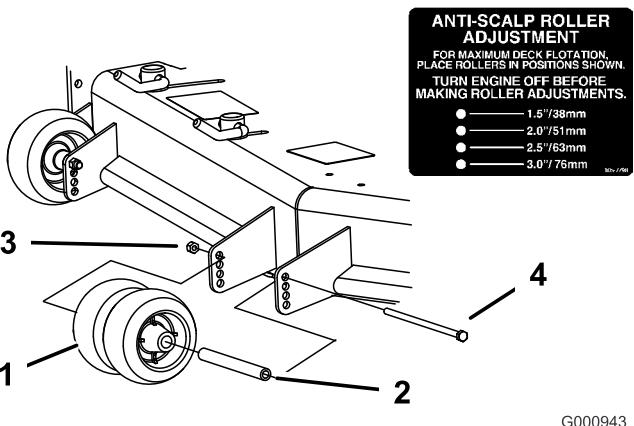
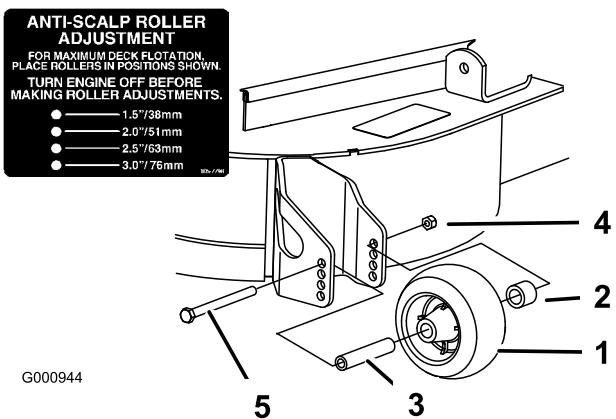

Figura 18
Figura 19
3. Despues de ajustar la altura de corte, ajuste los rodillos retirando la tuerca con arandela prensada, el casquillo, el espaciador y el perno (Figura 17, Figura 18, y Figura 19).
- Nota:** Los dos rodillos centrales no tendrán espaciador (Figura 18).
5. Instale la tuerca con arandela prensada, el casquillo, el espaciador y el perno. Apriete a 54–61 Nm (40–45 pies-libra) (Figura 17, Figura 18 y Figura 19).